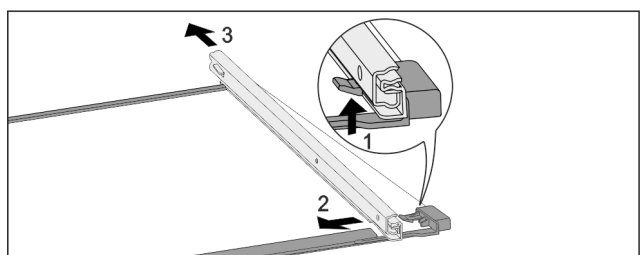

Fig. 174 Стъклена плоча с релси
- ▶ Натиснете нагоре предните фиксиращи палци. Fig. 174 (1)
- ▶ Плъзнете изтеглящата релса настрани Fig. 174 (2) и назад Fig. 174 (3).